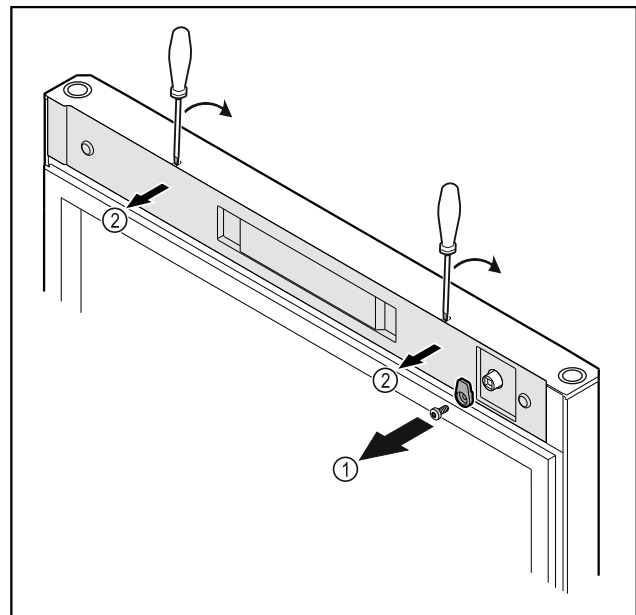

Fig. 52
- Развинтете затварящата кука Fig. 52 (1).
- Откопчайте капачка Fig. 52 (2) с малка отвертка и го свалете.